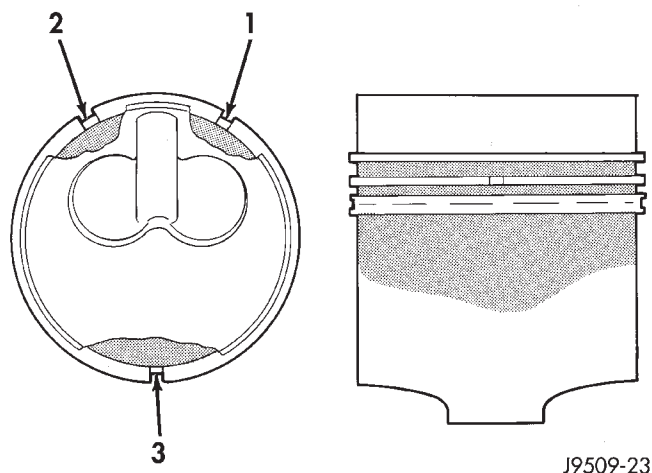

Fig. 60 Emplazamiento de entrehierros de aro de pistón
(2) El aro de compresión superior es ahusado y está cromado. El segundo aro es del tipo rascador y debe instalarse con el borde rasca-aceite mirando hacia la parte inferior del pistón. El tercero es un aro de control de aceite. Los entrehierros deben fijarse antes de introducir los pistones en las camisas, tal como se indica a continuación (Fig. 60).
(3) El entrehierro del aro superior debe posicionarse a 30 grados a la derecha de la escotadura de la cámara de combustión (mirando hacia la corona del pistón desde arriba).
(1) Antes de instalar los pistones y los conjuntos de biela dentro del hueco, asegúrese de que los entrehierros de los aros de compresión estén escalonados de forma que no estén en línea con el entrehierro del aro de aceite (Fig. 60).
(2) Antes de instalar el compresor de aro, asegúrese de que los extremos del expansor de aro de aceite estén empalmados y los entrehierros de los carriles situados como se indica en la figura (Fig. 60).